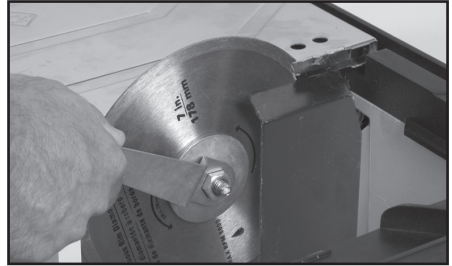

FIGURA 5
7. Apriete firmemente la tuerca del eje del disco de corte con la llave que ha sido incluida pero no la apriete demasiado (ver la FIGURA 5).